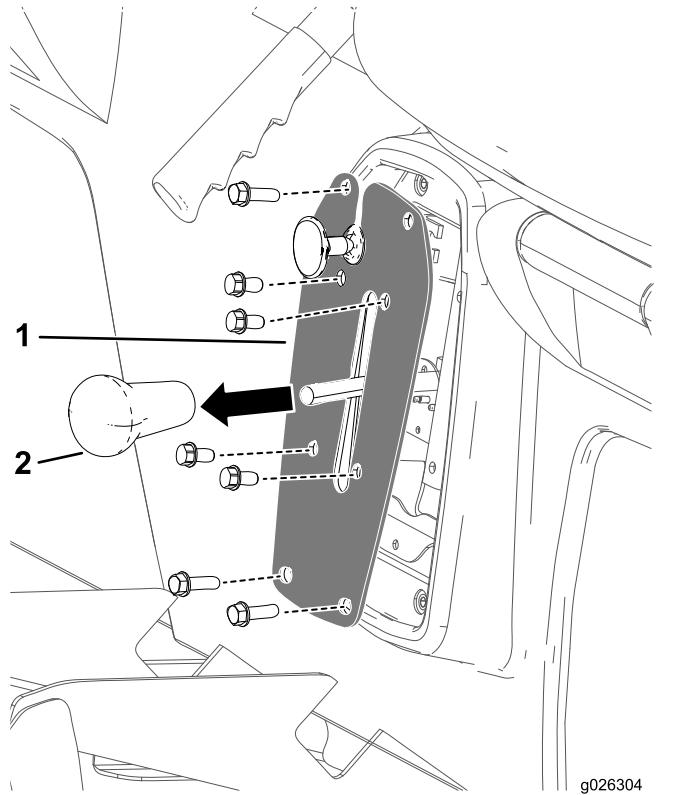

图 39
1. 卸下变速杆上的旋钮 图 39。
2. 卸下将变速板固定至变速杆支架上的 4 个螺栓 图 39。
3. 卸下将变速板固定至座椅底座的 4 个螺栓然后取下变速板 图 39。
4. 将旋钮螺到变速杆上并用手拧紧图 39。